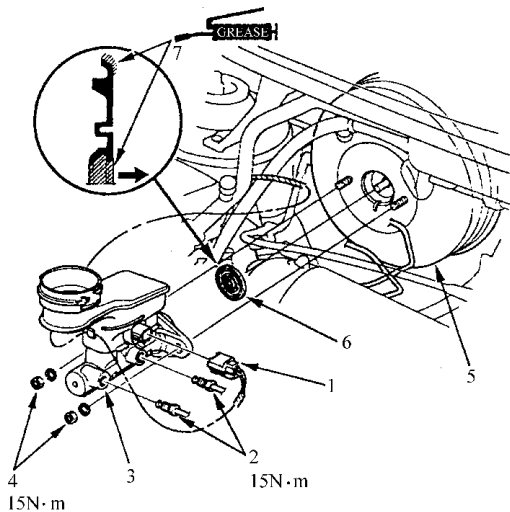

图 8-22 拆卸制动液液位传感器插接器
2) 如图 8-22 所示，拆卸制动液液位传感器插接器。
① 只要拆卸制动主油缸，必须将所有的橡胶零件更换新的。
② 安装制动主油缸前，检查推杆间隙，必要时，进行调整。
③ 重新组装时使用新的推杆密封件。
④ 给新推杆密封件的内孔缘及其外围，涂上推